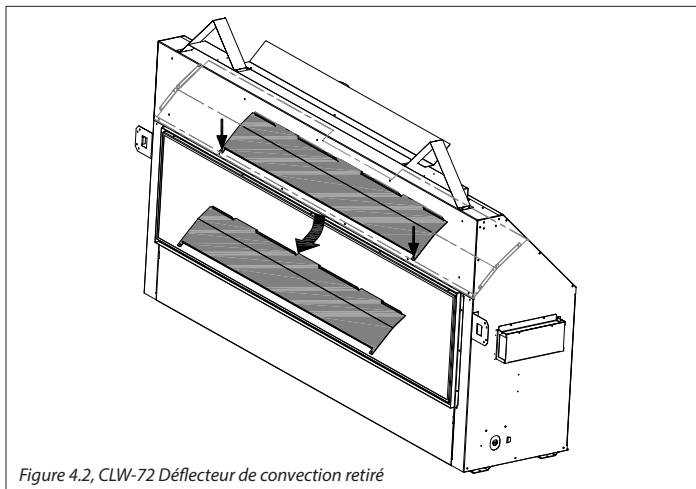

Figure 4.2, CLW-72 Déflecteur de convection retiré
**CLW-72:** Le déflecteur est fixé par (2) vis, juste derrière le bord supérieur de l'ouverture du foyer (voir Figure 4.2). Recyclez ce panneau si vous n'en avez plus besoin.